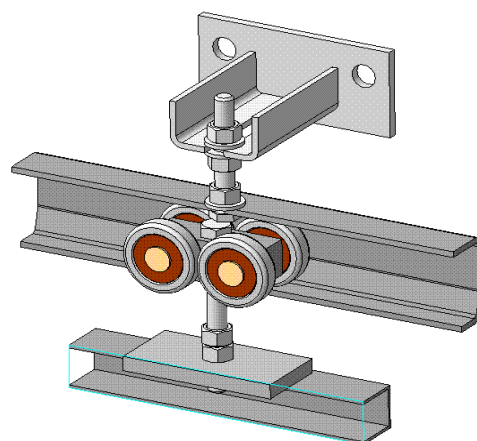

Рис.2
- При помощи кронштейнов поддерживающих (рис. 2). Преимущество заключается в монтаже без использования сварки. Рекомендуется не превышать установленную в таблице 2 максимально допустимую нагрузку на изделия.